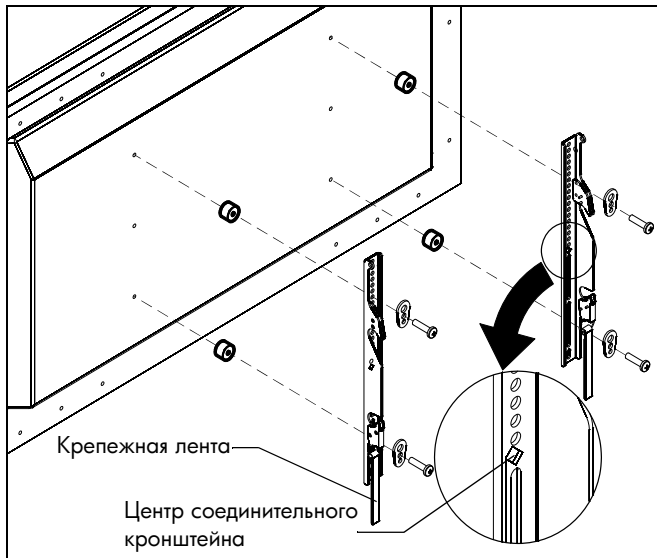

рис. 5
2. Достаньте из пакета с фурнитурой (A-N) винты соответствующего размера, втулки (при необходимости) и шайбы и прикрепите соединительные кронштейны к тыльной стороне экрана. (См. рис. 5)